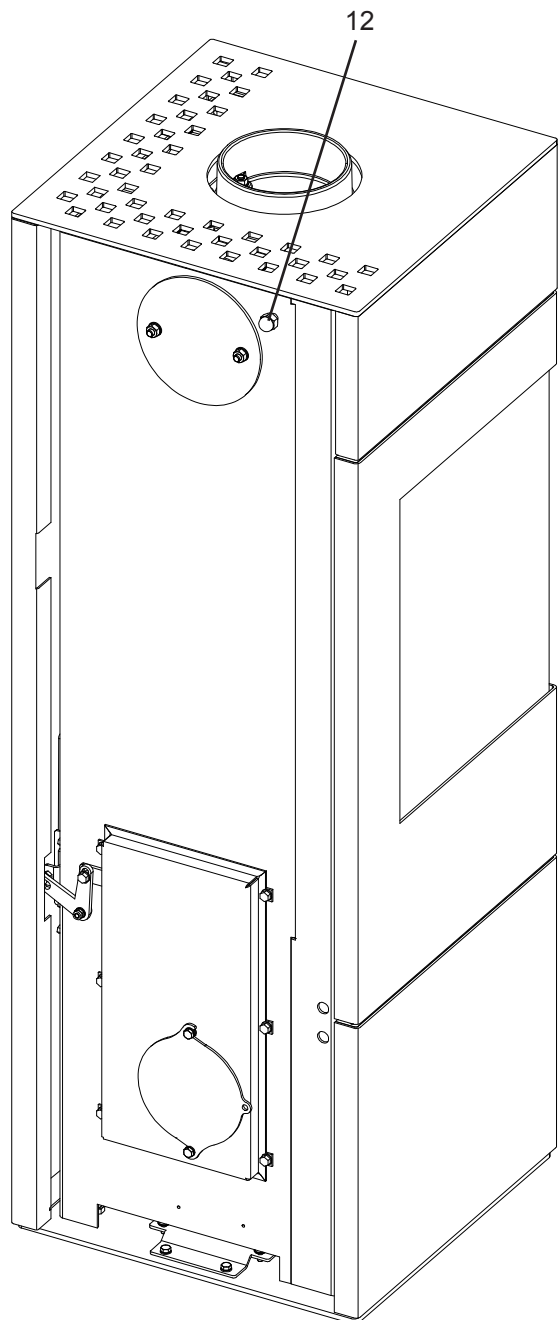

Fig.12
- Monter la sonde de température (position fixation sur le côté arrière de l'appareil, cf. Fig.12) conformément aux étapes 4+5 décrites dans le Chapitre «Étapes générales de montage».